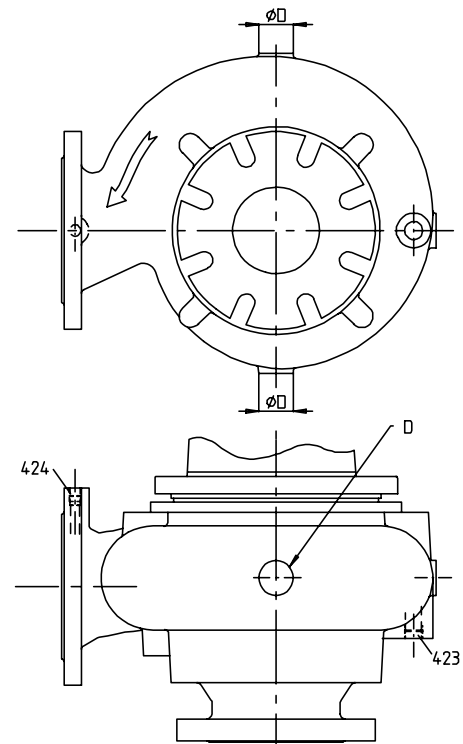

fig. 3.1
3.1 BEDRIJFSAANSLUITINGEN, fig.3.1